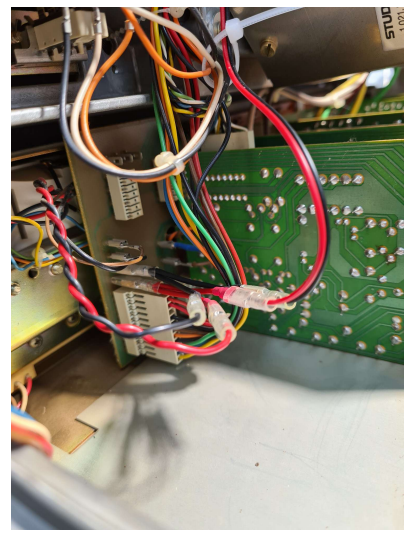

Figure 10
- Brancher l'adaptateur sur la platine de base (Figure 10)
- Schließen Sie den Adapter an die Grundplatte an (Abbildung 10)